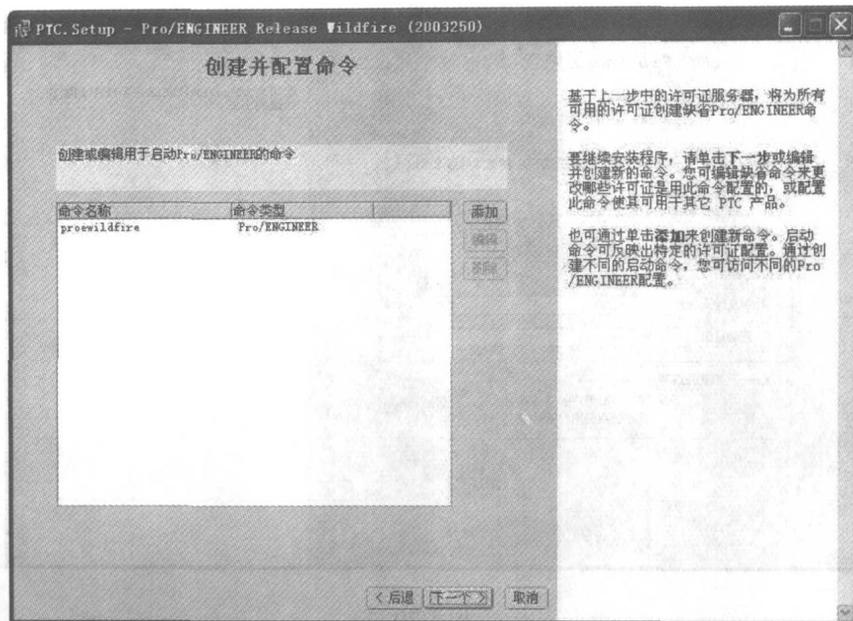

图 1-18
**Step 4** 出现如图 1-18 所示的“创建并配置命令”对话框。